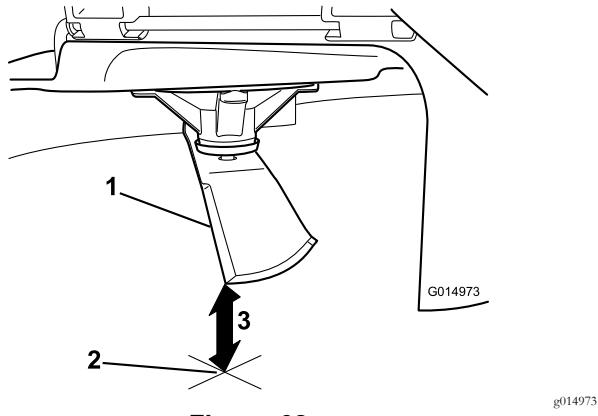

Figura 62
- 5. Meça da ponta da lâmina até à superfície plana (Figura 62).